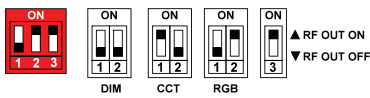

Рис. 4. Конфигурация микропереключателя.
3.3. Установите DIP переключателями режим работы панели в соответствии с Рис.4. DIM – управление яркостью одноцветной ленты (3 канала управляются синхронно)
- На панели установите 3-й DIP переключатель в положение «ON» (см. рис.4).